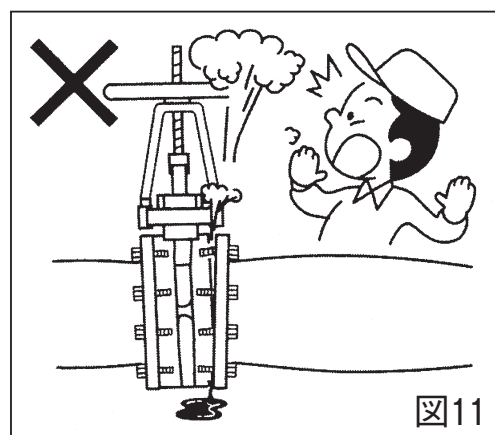

図11
- ⊘ V. バルブ定格以上の流体を流さないください。モレ、破損等、事故の原因となります。(図11)